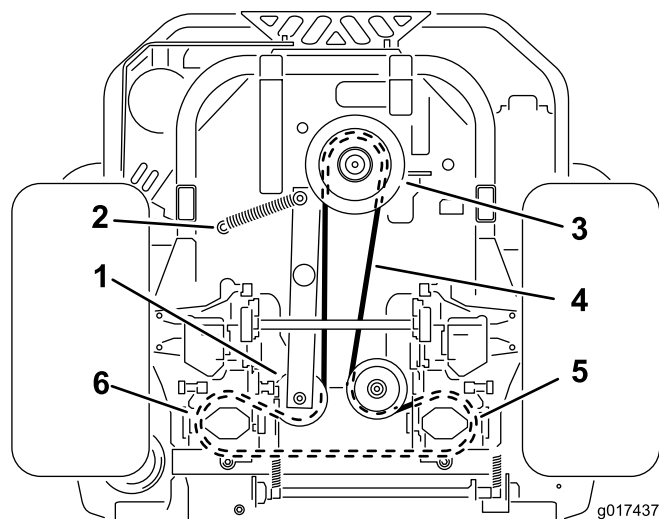

Bild 64
4. Heben Sie die Maschine an und stützen Sie sie mit Achsständern ab (Bild 64).
6. Entfernen Sie die Spannscheibenfeder von der Strebe (Bild 64).